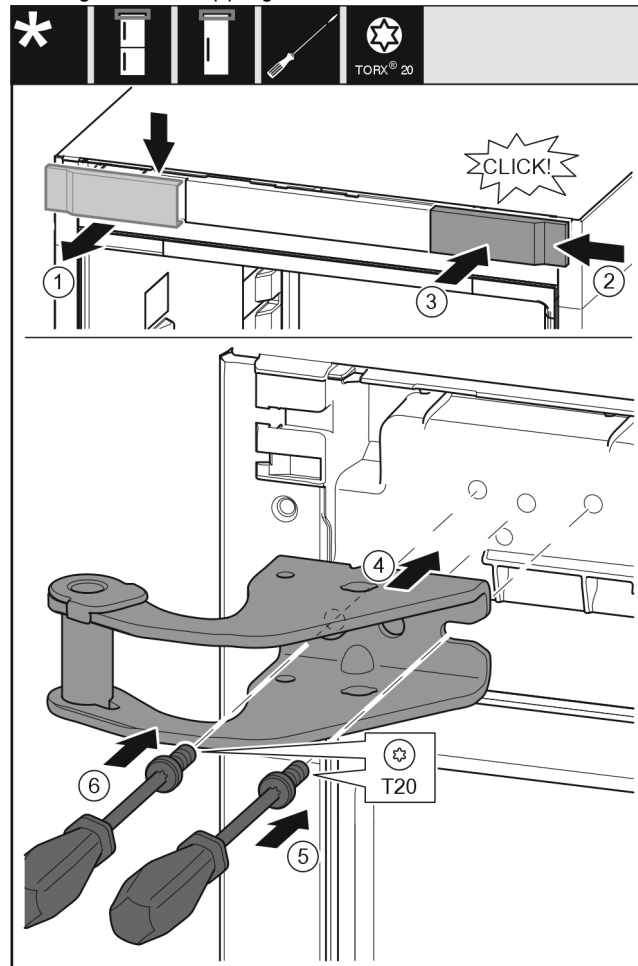

Fig. 10
- Fjern dekslet Fig. 10 (1) fra toppen og fremover.
- Snu dekslet Fig. 10 (2) 180° og heng det på den andre siden mot høyre.
- Smekk dekslet Fig. 10 (3) i lås.
- Plasser den øvre lagerbukken Fig. 10 (4).
- Sett inn og trekk til skruen Fig. 10 (5) med en skrutrekker.
- Sett inn og trekk til skruen Fig. 10 (6) med en skrutrekker.